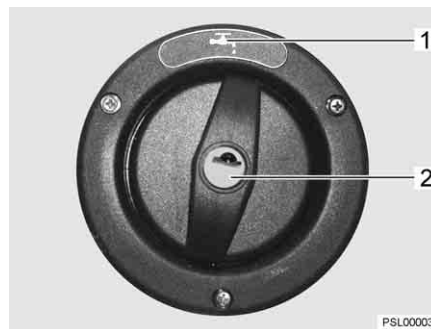

Fig. 66 Couvercle de fermeture pour bec de remplissage d'eau potable
- Le bec de remplissage d'eau potable est désigné par le symbole  (Fig. 66,1).
**Ouvrir :** ■ Insérer la clé dans le barillet (Fig. 66,2) et la tourner dans le sens inverse des aiguilles d'une montre.